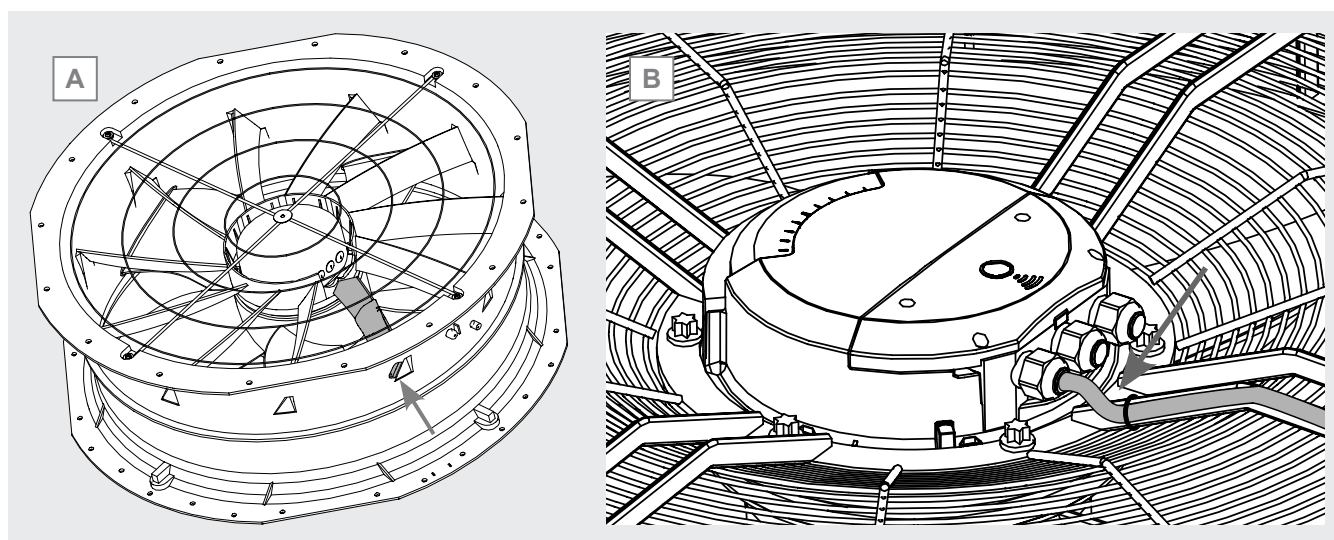

Figure 36
- 12.20.18 Fixer le câble d'alimentation à l'aide de colliers électriques sur la grille (moto-ventilateur radial ou plan) ou sur le guide-câble (moto-ventilateur avec buse intégrée). Voir la Figure 36 A.
- 12.20.19 Le câble entrant dans le presse-étoupe du boîtier électrique doit être fixé de manière à former un U. Voir la Figure 36 B.